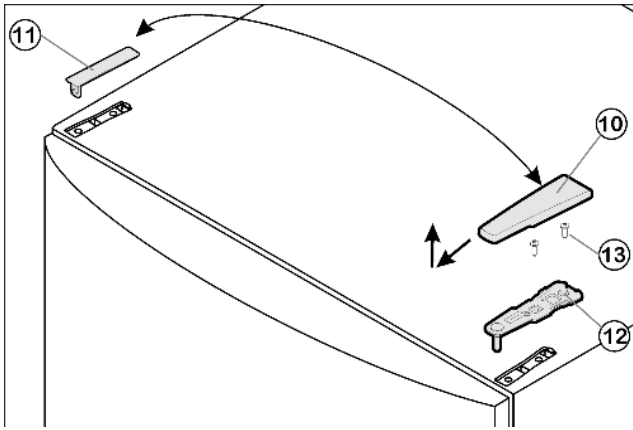

Fig. 6
- ▶ Tirer le cache Fig. 6 (10) vers l'avant et l'enlever par le haut.
- ▶ Retirer le cache Fig. 6 (11).
- ▶ Dévisser la charnière supérieure Fig. 6 (12) (2 x vis Torx 25) Fig. 6 (13) et l'enlever par le haut.
- ▶ Placer le support d'appui supérieur Fig. 6 (12) sur le nouveau côté charnière dans la porte.
- ▶ Visser le support d'appui supérieur Fig. 6 (12) (2 x vis Torx 25) Fig. 6 (13). Pointer les trous de vissage ou avoir recours à une visseuse sans fil.
- ▶ Faire encliqueter le cache Fig. 6 (10) et le cache Fig. 6 (11) du côté opposé.